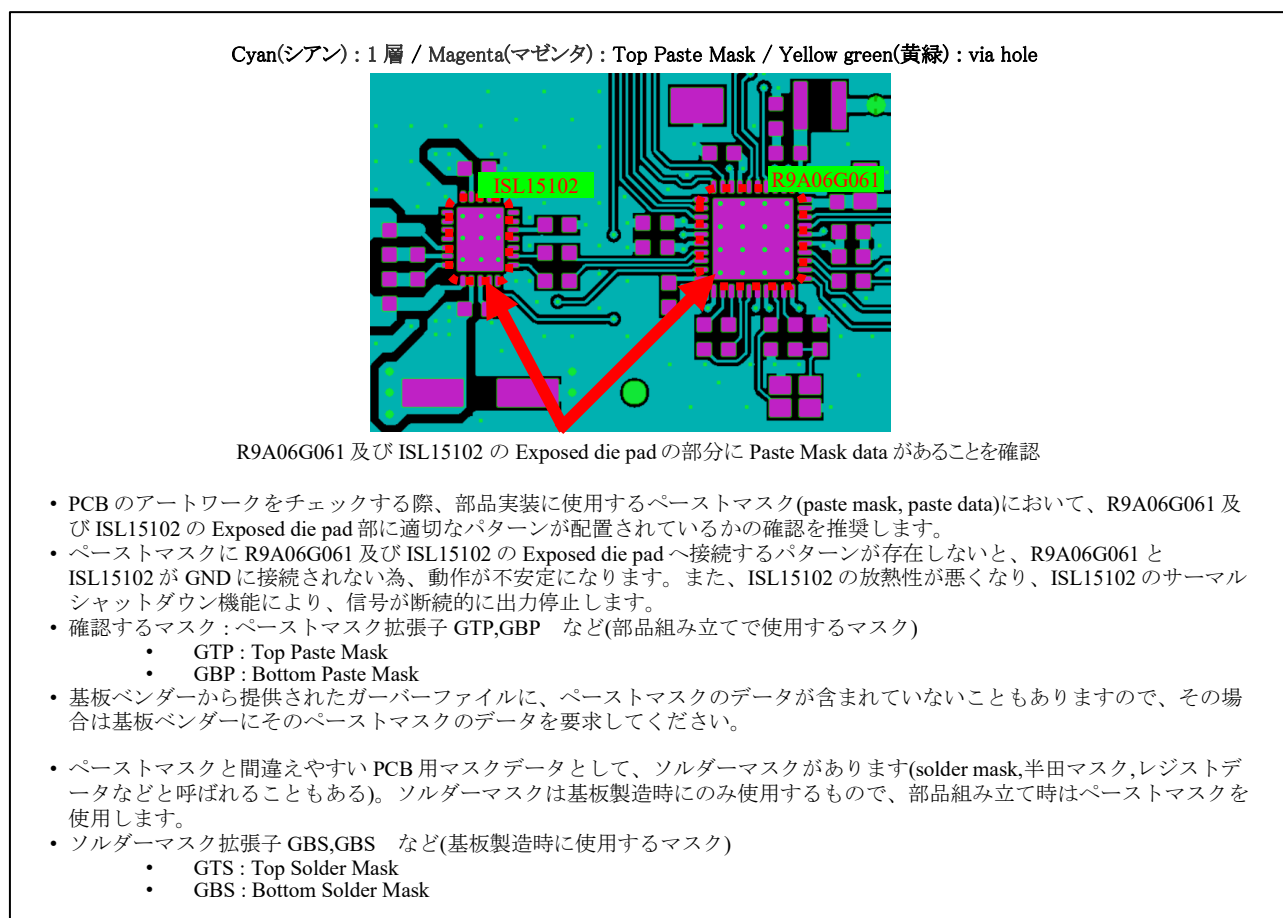

Figure 5-6 部品実装に使用するペーストマスク (paste mask, paste data) の確認例
- PCB のアートワークをチェックする際、部品実装に使用するペーストマスク(paste mask, paste data)において、R9A06G061 と ISL15102 の放熱用 exposed die pad 部に適切なパターンが配置されているかを確認することを推奨します。(詳細は Figure 5-6 を参照してください)